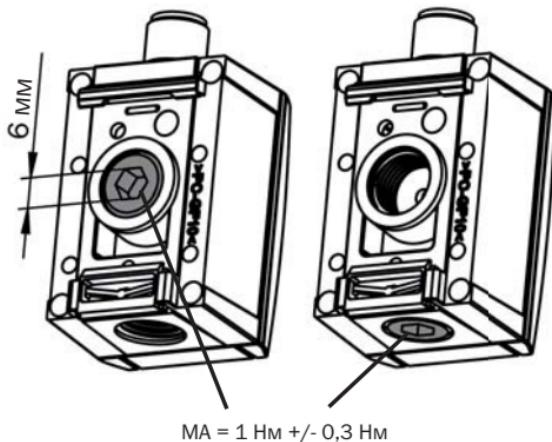

Рисунок 11: Напорное соединение с внутренней резьбой G 1/4
5.4 Напорное соединение посредством внутренней резьбы G 1/4 (рисунок 11)